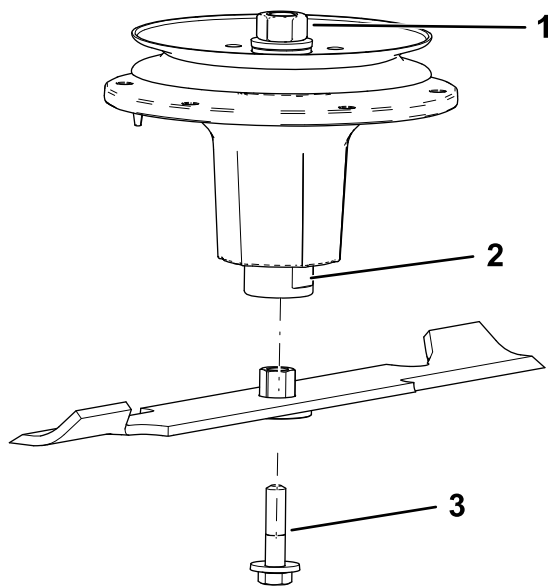

Рисунок 76
- Вставьте узел втулки/ножа в вал шпинделя (Рисунок 76).